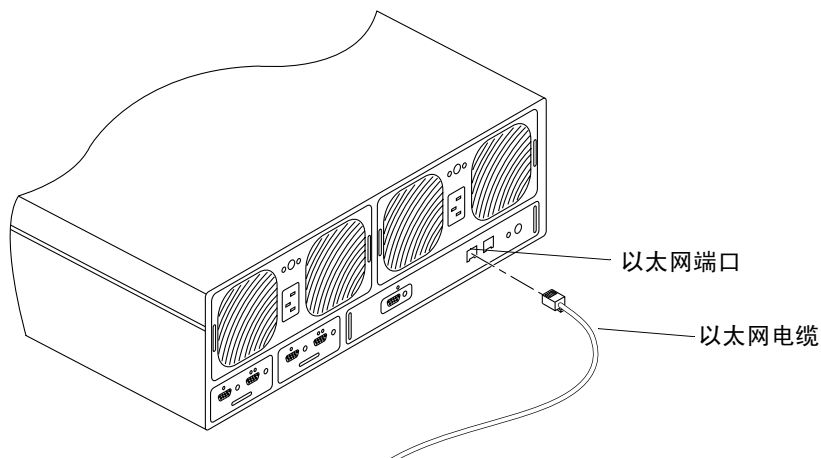

图 2-7 连接以太网电缆
4. 将以太网电缆的一端连接到主部件的控制器卡的以太网端口（图 2-7）。